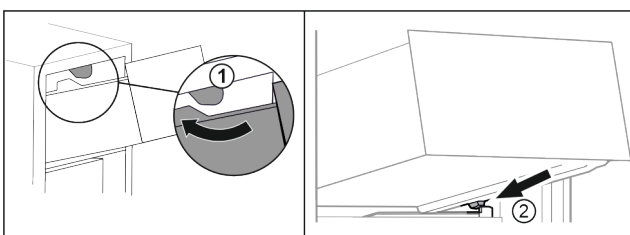

Fig. 74
- ▶ Poprowadzić szufladę wokół górnego stopera. Fig. 74 (1)
- ▶ Założyć szufladę pod skosem za dolnymi stoperami na żebro pojemnika. Fig. 74 (2)